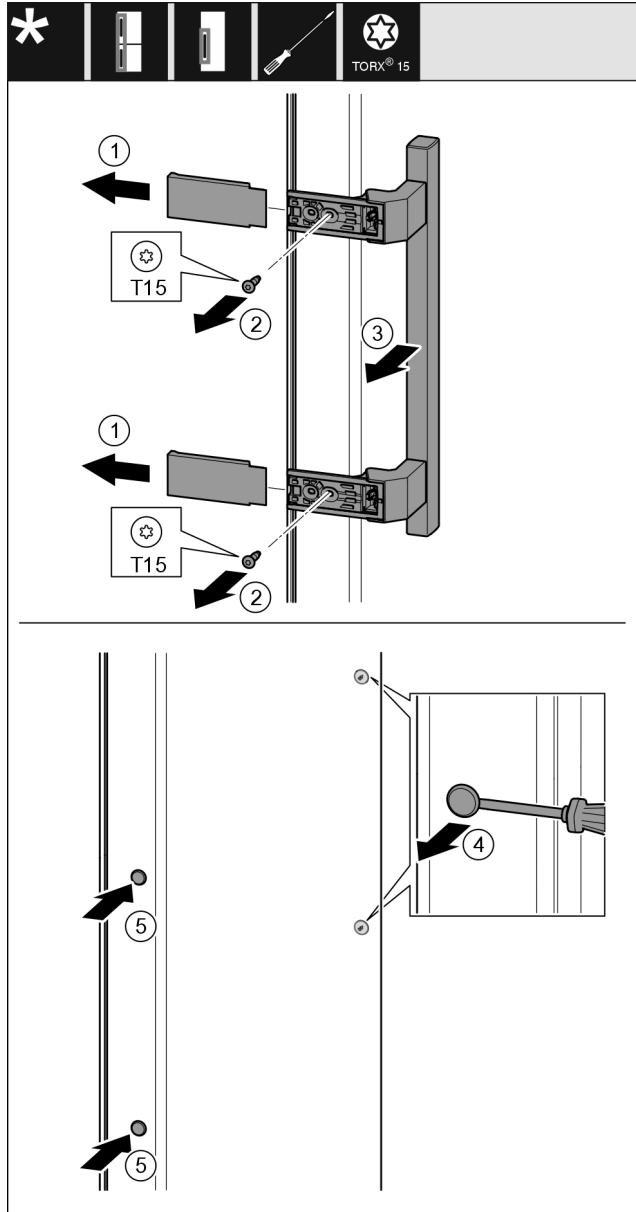

Fig. 25
- ▶ Зніміть кришку Fig. 25 (1).
- ▶ Викрутіть гвинти Fig. 25 (2) за допомогою викрутки.
- ▶ Зніміть ручку Fig. 25 (3).
- ▶ За допомогою шліцевої викрутки обережно підійміть та витягніть бокові пробки Fig. 25 (4).
- ▶ Знову вставте пробки Fig. 25 (5) з іншого боку.